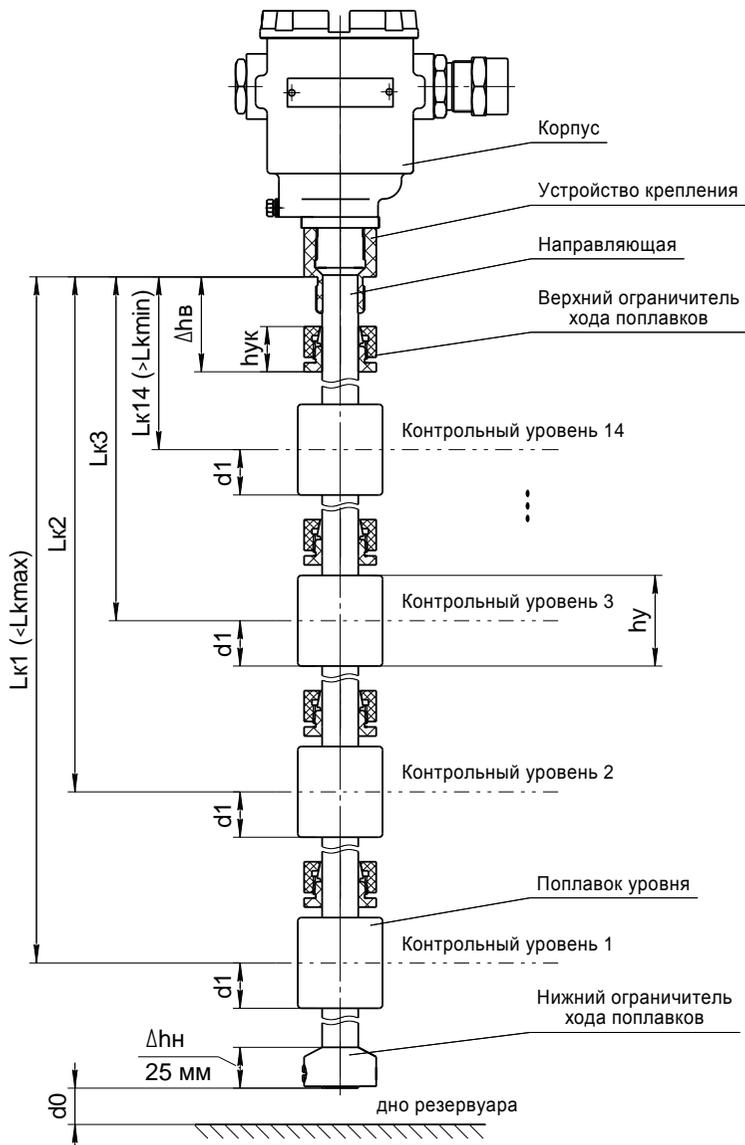

Рисунок 4
2.1.12 Величина контрольного уровня указывается при заказе, в обозначении ПМП как расстояние **Lk** от уплотнительной поверхности устройства крепления до уровня контролируемой среды, при котором должно происходить изменение состояния выхода ПМП (рисунок 4).